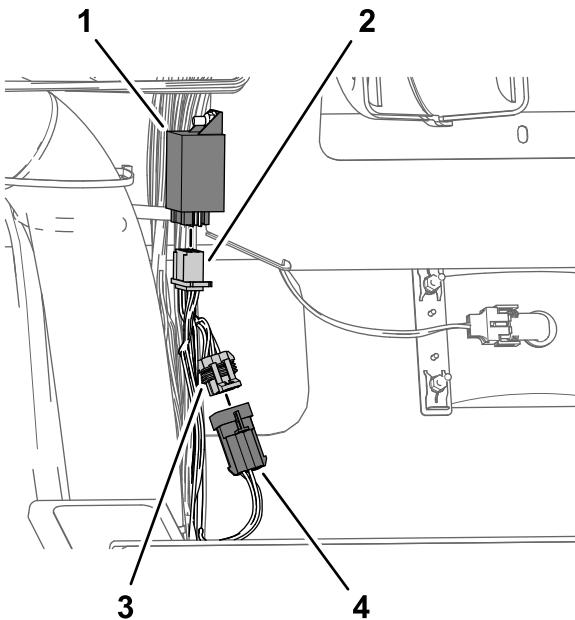

Figura 22
3. Módulo de intermitencia (CE)
5. Enchufe el conector hembra de 6 vías del arnés de cables del kit en el módulo de intermitencia CE (Figura 22).
1. Módulo de intermitencia (CE)
6. Enchufe el conector de 6 pinos del arnés de cables de la máquina en el conector de 6 pinos del arnés de cables del kit marcado TO MAIN HARNESS (Figura 22).